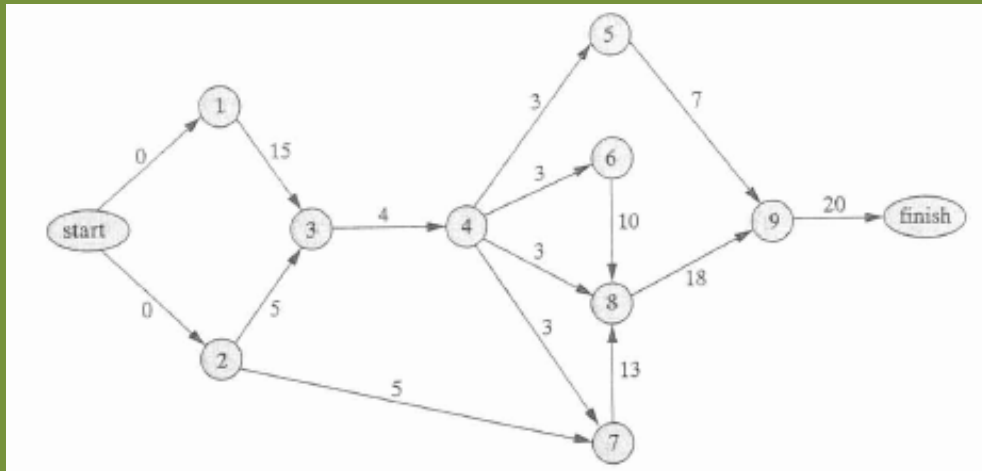

Figura 5.1: Red del proyecto ‘Construcción de un almacén’.
Solución: En la Figura 5.1 tenemos representada la *red* del proyecto.
- En la Figura 5.1 tenemos la *red* del proyecto.